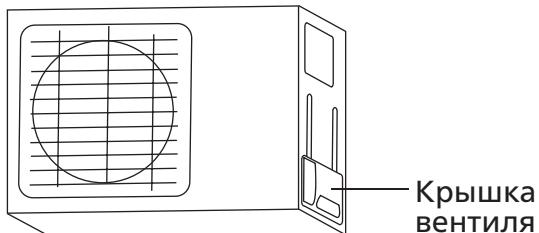

Рис. 5.9
1. Отверните крышку вентиля, расположенную сбоку наружного блока (см. **рис. 5.9**).